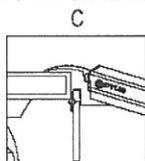

Fig. 11
- Cada rampa se suministra con un estribo móvil fijado a dos placas en aluminio soldadas sobre la parte inferior del piso de las rampas **(Fig. 11)**.